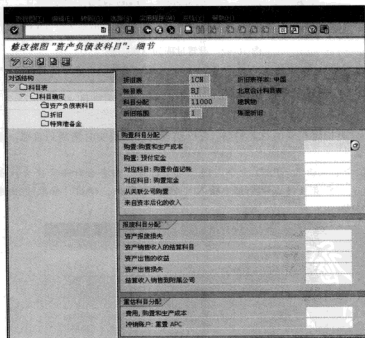

图 10-45 为“资产负债表科目”定义对应的总账科目分配
STEP 3 选择某一条“科目分配”记录，然后单击左栏中的“资产负债表科目”选项，就可以在右栏中定义对应的总账科目分配，如图 10-45 所示。